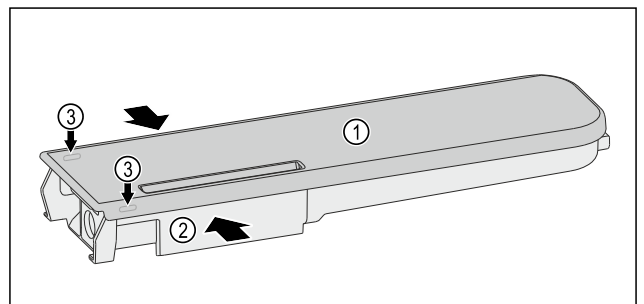

Fig. 119
- ▶ Comprimerne il serbatoio dell'acqua Fig. 119 (2) e fare leva con attenzione sul coperchio Fig. 119 (1) sollevandolo dai naselli di arresto Fig. 119 (3).
- ▶ Spostare leggermente avanti e indietro il coperchio Fig. 119 (1) e rimuoverlo verso l'alto.